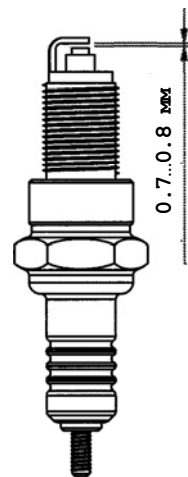

Рис. 6
4. Рекомендуется проверить величину межэлектродного зазора, которая должна быть около 0.7...0.8 мм (рис. 6). При существенном отличии измеренной величины зазора указанным требованиям заменить свечу.